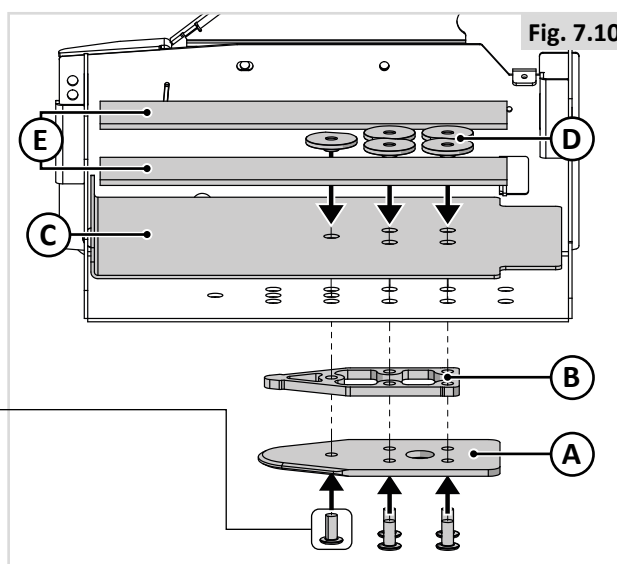

Fig. 7.10
Monte os cinco parafusos (M8), a placa de fixação (A) e o espaçador (B) (na parte inferior da caixa do chassi), juntamente com a placa de reforço (C), porcas especiais (D) e espaçadores de plástico (E) (com a caixa do chassi) (Fig. 7.10).